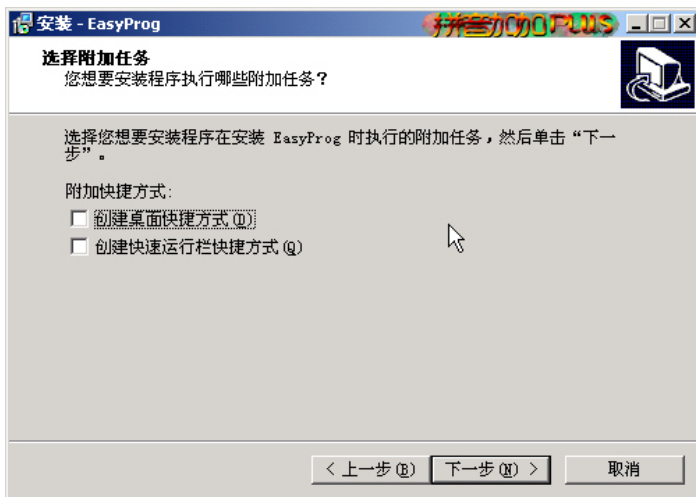

图 2-4
④ 单击 [下一步], 将确认是否在桌面、运行栏中生成快捷方式。如图 2-4: